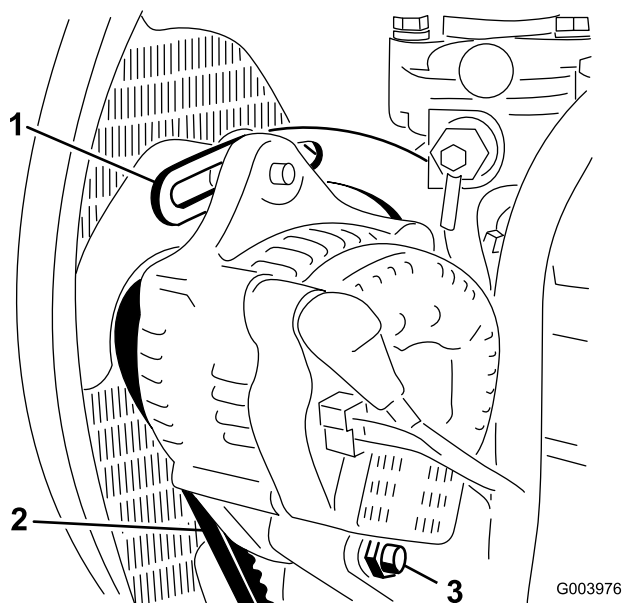

Figura 74
2. Controllate la tensione della cinghia dell'alternatore premendola (Figura 74) al centro tra l'alternatore e le pulegge dell'albero a gomito con una forza di 10 kg.
3. Allentate il bullone che fissa il supporto al motore (Figura 74), il bullone che fissa l'alternatore al supporto ed il bullone di rotazione.